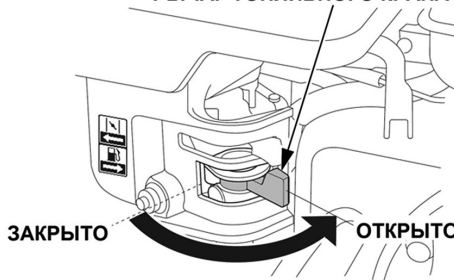

Рис. 16 Рычаг топливного крана
- Откройте топливный кран переводом рычага вправо (Рис. 16).